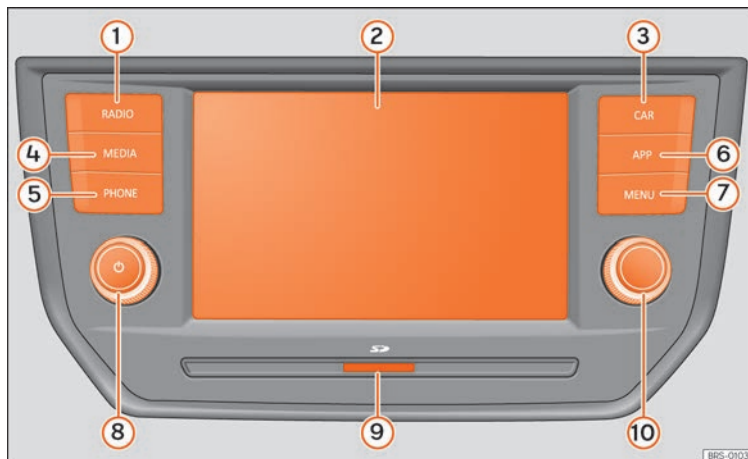
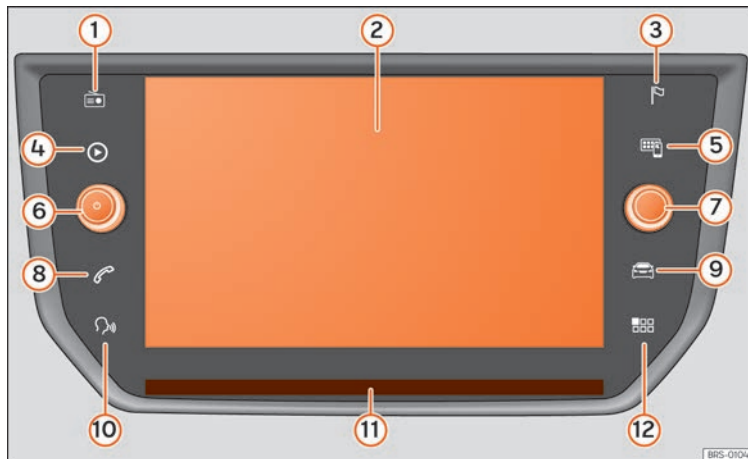

Fig.172 Cuadro general de los mandos (esta configuración depende de la versión).
Fig.173 Cuadro general de los mandos (esta configuración depende de la versión).
Pulse la tecla del infotainment  **fig. 172 ⑦**, o bien la tecla  **fig. 173 ⑫** para abrir la sinopsis de los menús.
Para apagar o encender el sistema de infotainment manualmente *presione brevemente* el pulsador giratorio  **fig. 172 ⑧**, **fig. 173 ⑥**.
Las entradas de las listas pueden activarse pulsándolas directamente en la pantalla o con el botón de ajuste » **fig. 172** (10), » **fig. 173** (7).